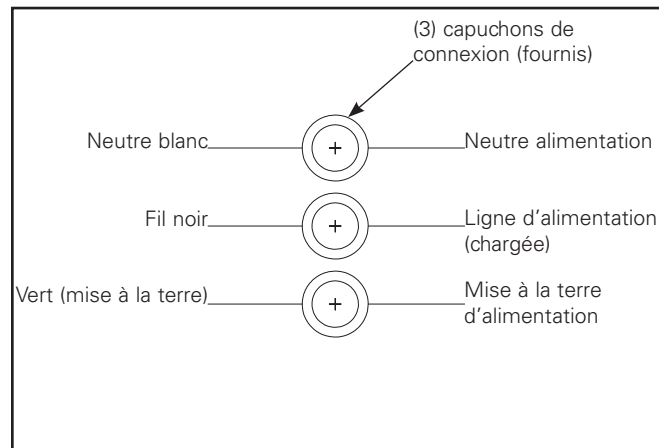

Figure 8. Schéma de câblage
2. Effectuez les raccords de câblage à l'intérieur du caisson. Consultez le schéma de câblage pour effectuer les raccords électriques. Raccordez les fils d'alimentation aux fils appropriés du luminaire en utilisant les capuchons de connexion fournis. (Figure 8.)